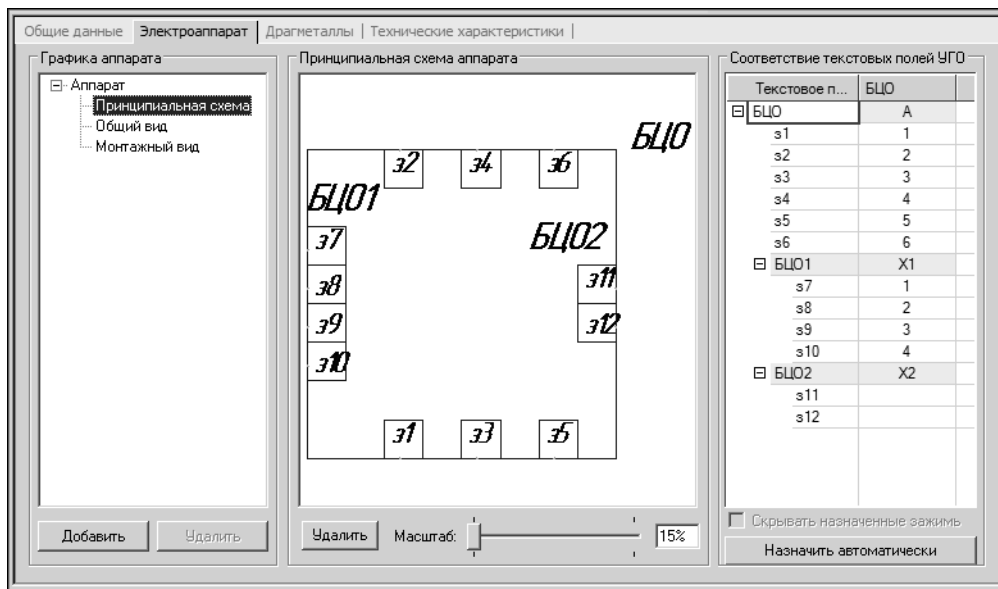

Рис. 6.7. Уровень **Принципиальная схема** во вкладке **Электроаппарат**
- ▼ На уровне **Принципиальная схема** (рис.6.7) во вкладке осуществляется добавление УГО, которым аппарат описывается на принципиальной схеме. Здесь же выполняется ассоциация номеров зажимов и БЦО составных частей аппарата с текстовыми полями, находящимися на условных графических обозначениях. Элементы управления